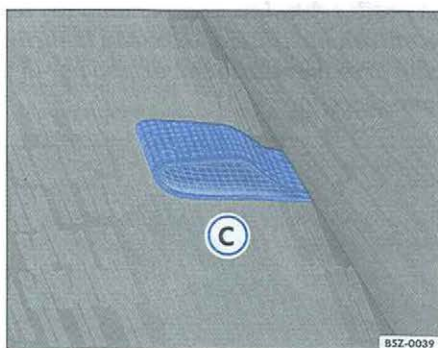

Fig. 86 Uno de los tiradores para desbloqueo del respaldo
- Tire del tirador localizado en el lado izquierdo del vehículo, entre el asiento y el respaldo traseros, hacia adelante y incline parcialmente o totalmente el respaldo del asiento izquierdo sobre el banco, para acceder al maletero. Si el tirador no está visible, procure posicionarlo conforme ⇒ fig. 86.
- Tire del tirador localizado en el lado derecho del vehículo, entre el asiento y el respaldo traseros, hacia adelante y incline parcialmente o totalmente el respaldo del asiento derecho sobre el banco, para acceder al maletero. Si el tirador no está visible, procure posicionarlo conforme ⇒ fig. 86.